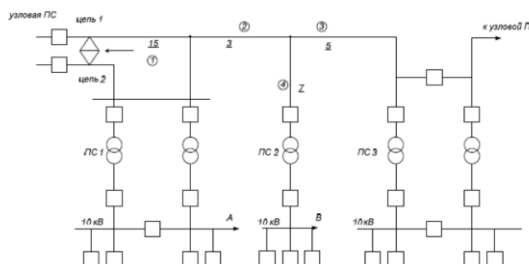

Рисунок 1 Расчетная схема сети
3. Определить показатели надежности в расчетных точках схемы сети 110кВ: точке А (II с.ш. ПС1) и точке В (см. рис.1.).